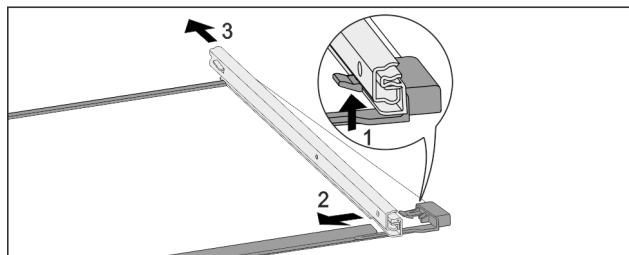

Fig. 157 Стъклена плоча с релси
- Натиснете нагоре предните фиксиращи палци. Fig. 157 (1)
- Плъзнете изтеглящата релса настрани Fig. 157 (2) и назад Fig. 157 (3).